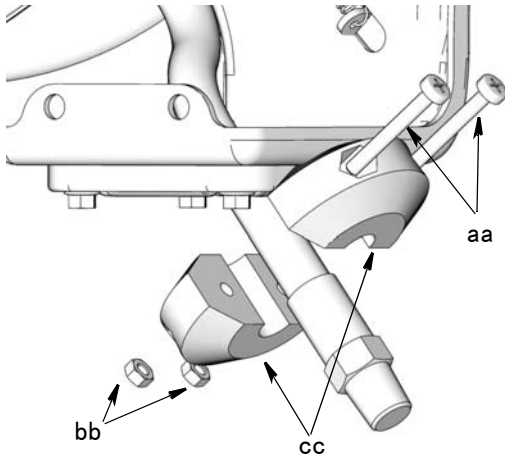

图 20
4. 将软管止停环从软管上卸下，将所有的零配件都放在安全的地方以备以后重新安装在新软管上（图 20）。